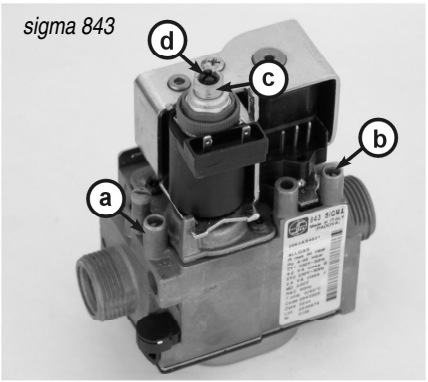

Рис. 14
11. на гайку модулятора (рис. 14 / с) газового клапана установите ключ № 10 и поворотом налево или направо настройте для таблю.